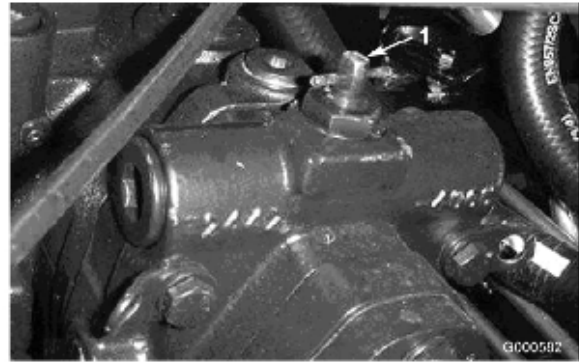

図 15
2. バイパス・バルブのレバー（図 15）を右または左に90°回転（4分の1回転）させると内部でバイパスが形成される。これにより、トランスミッションを破損することなく機械を押して移動できるようになる。バルブを開けたとき、どちらの方向に回したかを覚えておくこと。